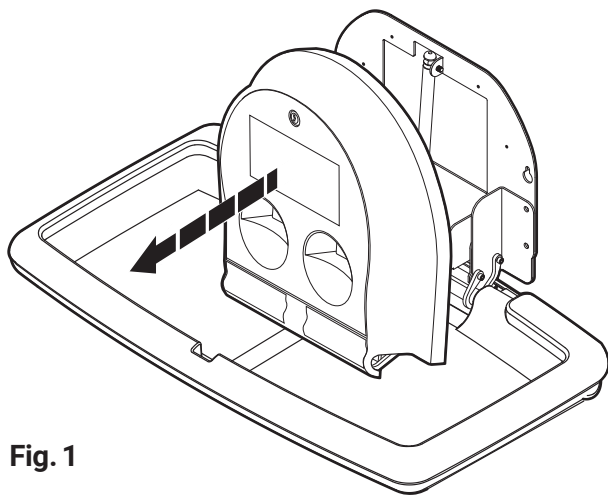

Fig. 1
- Retirer le lit et le châssis du carton, puis ouvrir la table en remontant le cadre et retirer le distributeur à alèses **Fig. 1**